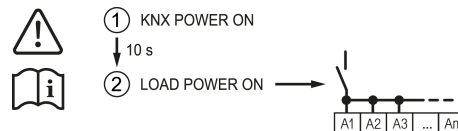

Bild 4: Reihenfolge bei der Inbetriebnahme - Geräteaufdruck
- Ca. 10 s warten (siehe Bild 4).